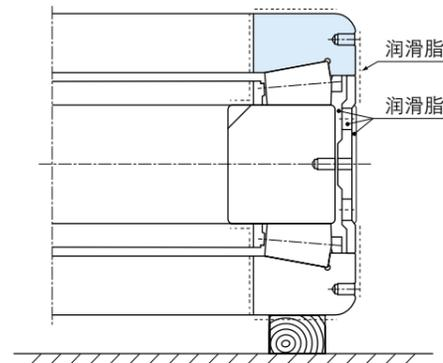

图 3.43
- (6) 将配合代号 B 的外圈挡边面全周均匀厚涂润滑脂，其它面薄涂润滑脂。将外圈轻轻放在滚子之上（见图 3.43）。届时，应仔细定心。将规定重量的润滑脂由外隔圈的润滑孔填充至轴承内部。外隔圈的润滑孔、润滑槽也都涂抹定量的润滑脂，外表面全面薄涂润滑脂。使用图 2.1 之 6 所示夹具保持轴承装配状态，装进轴承座内。